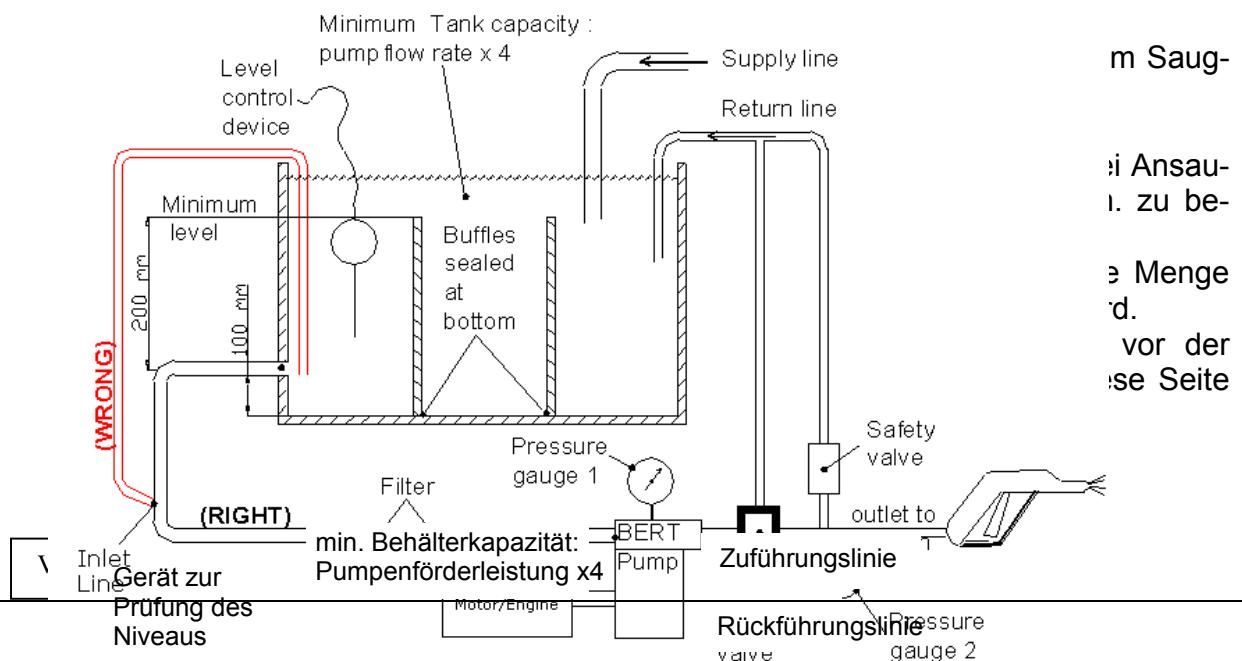

Abb. 3
- Bei Zuführung aus einem Behälter, bei Druckhöhe oder bei Ansaugung, beachten Sie die folgenden Vorschriften und die in Abbildung 3 angezeigten Anleitungen.